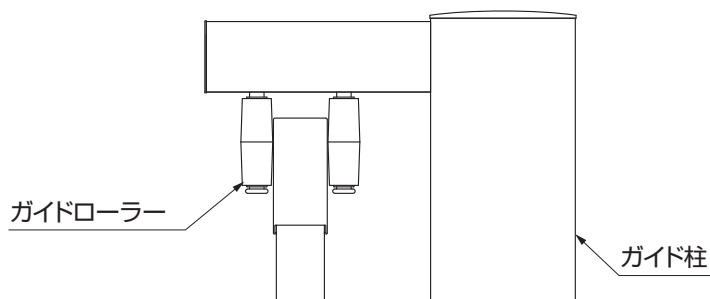

図9-2
- ②ガイド柱の埋込み位置、水平、垂直を確認し、固定してください。(図9-2参照)